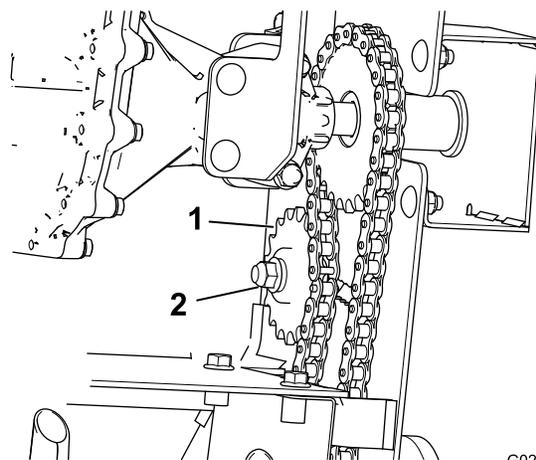

Рисунок 45
1. Ослабьте гайку крепления натяжной звездочки цепи, которую вы натягиваете (Рисунок 45).